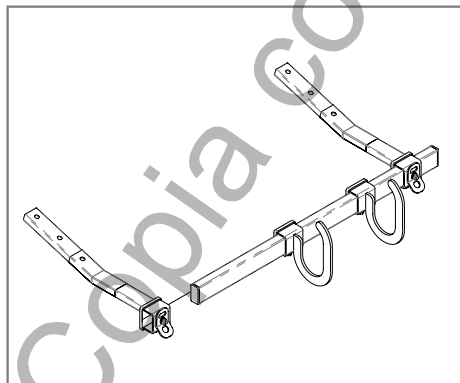

Figura 5
- la staffa di fissaggio rimanente [Figura 5]